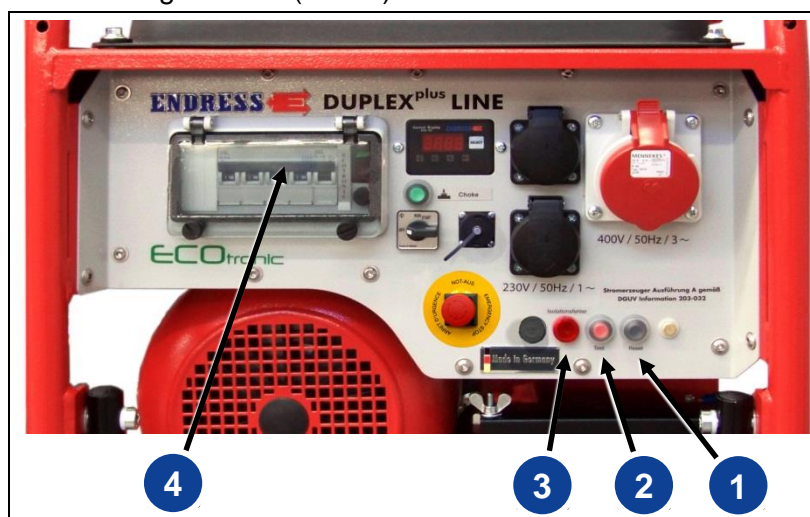

Bild 5-2: Isolationsövervakning
3. Tryck på testknappen (Bild 5-2-(2))
- ✓ Lampan (Bild 5-2-(3)) och ledningsbrytarens position (Bild 5-2-(4)) visar resultatet:
- 1. Efter kontrollen måste återställningsknappen (se Bild 5-2-(1)) tryckas in och ledningsbrytaren ställas i Pos. 1 för att starta apparaten igen.
- ✓ Lampan (se Bild 5-2-(3)) och ledningsbrytarens position visar resultatet:
- 2. Efter avstängning av förbrukaren och bortkoppling av nätanslutningen måste återställningsknappen (se Bild 5-2-(1)) tryckas in och ledningsbrytaren ställas i Pos. 1 för att starta apparaten igen.
- ✓ Ledningsbrytaren (*Bild 5-2-(4)*) löser ut (pos. 0)